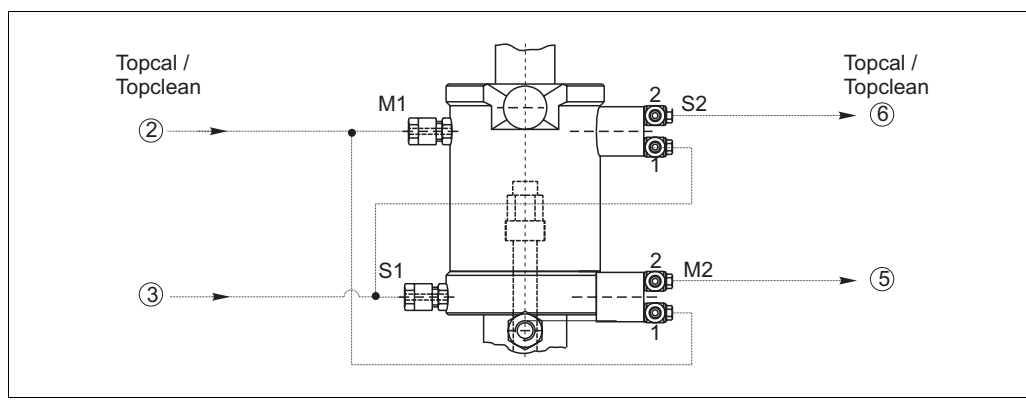

Fig. 11: Connessioni pneumatiche e interruttori di soglia pneumatici (1=ingresso, 2=uscita)
- Collegare la linea di erogazione dell'aria compressa per "Armatura in fase di misura" (TopCal/TopClean: tubo flessibile n. ②) alla connessione pneumatica G 1/8 superiore (fig. 11).
- Collegare anche la linea di alimentazione dell'aria compressa n. ② all'ingresso (1) dell'interruttore di soglia inferiore (M2, mediante elemento a T). Questo interruttore di soglia trasmette il segnale "Armatura in fase di misura".
3. Se viene raggiunta la posizione di "Misura", l'aria collegata all'ingresso M2 (1) è commutata e trasferita all'uscita M2 (2) (Topcal/Topclean: collegare il tubo flessibile ⑤ all'uscita dell'interruttore di soglia).
4. Collegare la linea di erogazione dell'aria compressa per "Armatrice in manutenzione" (TopCal/TopClean: tubo flessibile n. ③) alla connessione pneumatica G 1/8 inferiore.
5. Collegare anche la linea di alimentazione dell'aria compressa n. ③ all'ingresso (1) dell'interruttore di soglia superiore (S2, mediante elemento a T). Questo interruttore di soglia trasmette il segnale "Armatrice in manutenzione".
6. Se viene raggiunta la posizione di "Manutenzione", l'aria collegata all'ingresso S2 (1) è commutata e trasferita all'uscita S2 (2) (Topcal/ Topclean: tubo flessibile n. ⑥).